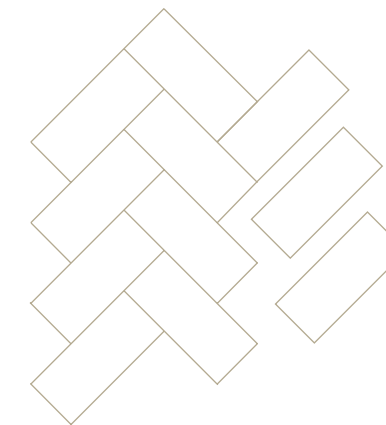

Abb. 3: Die Dielen werden eng zusammengedrückt.
3. Die nächste Reihe wird verklebt. Legen Sie die Dielen so eng wie möglich an die Nachbardielen an und drücken Sie die Diele fest und gegen die Nachbardielen, um zu vermeiden, dass Kleber aus der Nut/Feder-Verbindung austritt. Siehe Abb. 3.